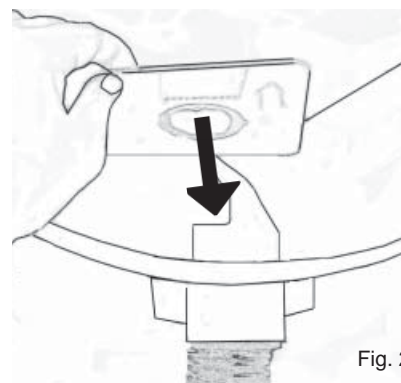

Fig. 24
1. Sæt støvsugerposens papkort fast med hullet over poseholderen, Fig. 24.